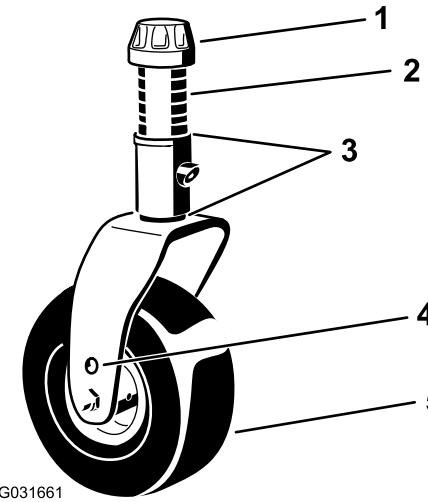

Bild 23
4. Lösen Sie die Spannkappe mit dem mitgelieferten Schraubenschlüssel für die Laufradkappe und nehmen sie von der Laufradspindelwelle ab. Schieben Sie die Laufradwelle aus dem Laufradarm heraus (Bild 23).